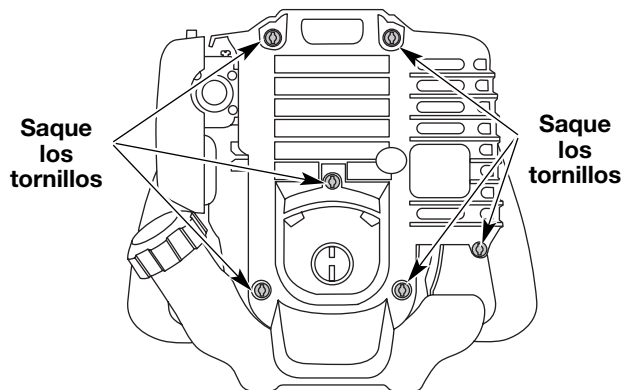

Fig. 27
1. Quite los seis (6) Tornillos de encima de la tapa del motor con un destornillador de pala o Torx #25 (Fig. 27).
4. Saque la cubierta del motor (Fig. 27).